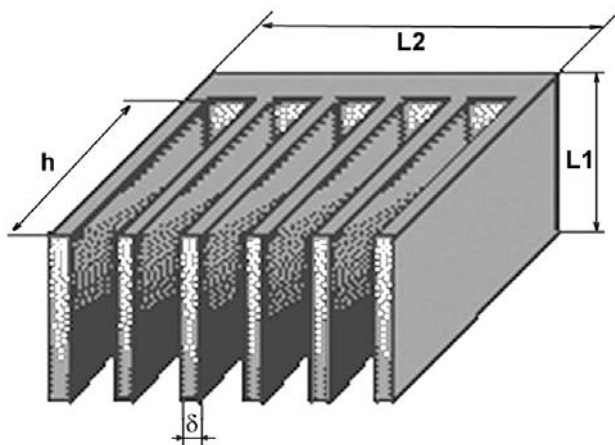

Рис. 9.14. Типичный пластинчатый радиатор
Как работает эта схема? Здесь переменный синусоидальный ток со вторичной обмотки трансформатора (II) подается на конструкцию из четырех диодов, которая называется *диодным мостом* и представляет собой простейший двухполупериодный выпрямитель (есть и другие способы двухполупериодного выпрямления — см. далее рис. 9.14 и пояснения к нему). В мосте могут быть использованы любые типы выпрямительных диодов, лишь бы их предельно допустимый ток был не меньше необходимого (для указанных на схеме диодов $1\text{N}4001$ это 1 А), а предельно допустимое напряжение — не меньше половины амплитудного значения входного переменного напряжения (т. к. в данном случае это всего 7 В , то здесь этому требованию удовлетворяют вообще все выпрямительные диоды на свете). Такие мосты выпускаются уже в сборе, в одном корпусе, на котором иногда даже нарисовано, куда подключать переменное и откуда снимать постоянное напряжения. Их, конечно, тоже можно и нужно использовать.
Сначала посмотрим, как рассчитывать площадь радиаторов, исходя из их геометрии. На рис. 9.14 схематично показан типичный пластинчатый радиатор. Для расчета его площади нужно к площади его основания прибавить суммарную площадь его ребер (также с каждой стороны). Если нижней стороной радиатор прижимается к плате, то лучше считать рабочей только одну сторону основания, но мы предположим, что радиатор «висит в воздухе» (как часто и бывает) и поэтому площадь основания удваивается: $S_{\text{осн}} = 2 \cdot L_1 \cdot L_2$. Площадь одного ребра (тоже с двух сторон): $S_p = 2 \cdot L_1 \cdot h$, но к этой величине нужно еще прибавить боковые поверхности ребра, площадь которых равна $S_{\text{бок}} = 2 \cdot h \cdot \delta$. Ребер всего 6, поэтому общая площадь радиа-
Способ первый и наипростейший — площадь охлаждающего радиатора должна составлять 10 см^2 на каждый ватт выделяющейся мощности. Так что радиатор с приведенными на рис. 9.14 размерами, согласно этому правилу, может рассеять $14,5 \text{ Вт}$ мощности — как раз под наш усилитель с некоторым запасом. И если вас не жмут размеры корпуса, то вы вполне можете ограничиться этим прикидочным расчетом.